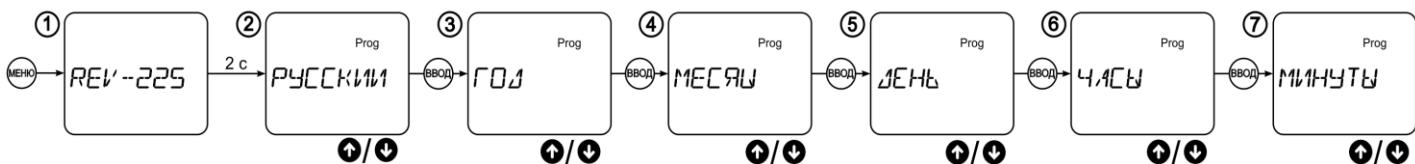

Рисунок 4 – Схема настройки изделия при первом включении
- Нажать на кнопку **МЕНЮ** – при этом в течение 2 секунд на дисплее будет отображаться название изделия, затем РЭВ-225 предложит выбрать язык (рисунок 4 поз.2);